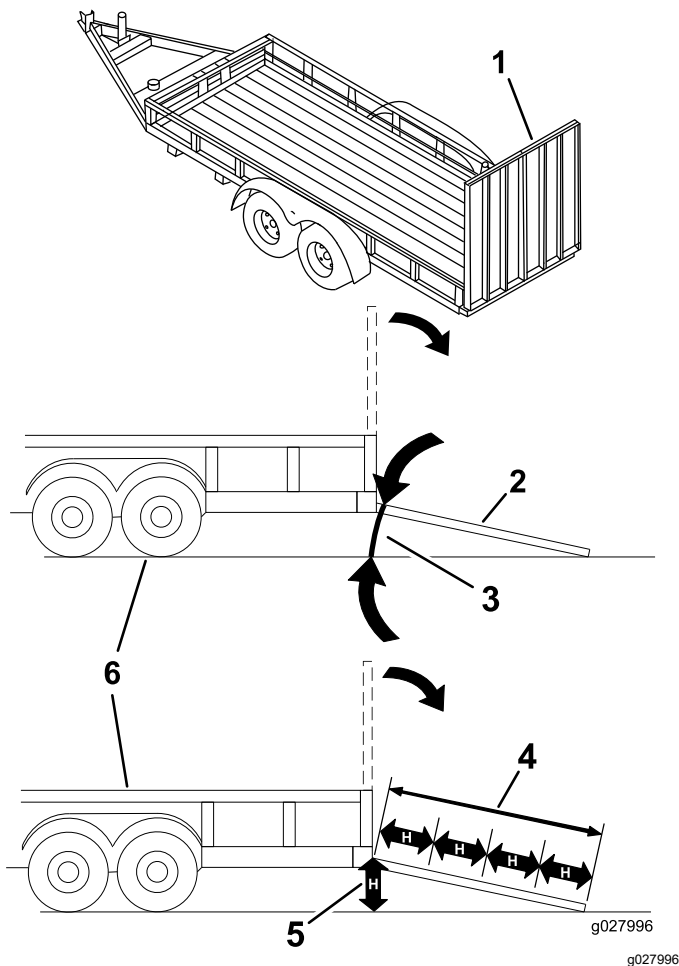

Figura 34
Quando si carica la macchina su un trailer o un autocarro si aumenta il rischio di ribaltamento, che può causare gravi ferite ed anche la morte (Figura 34).
1. Abbassate la rampa, assicurandovi che l'angolazione tra la rampa e il terreno non superi 15 gradi (Figura 34).